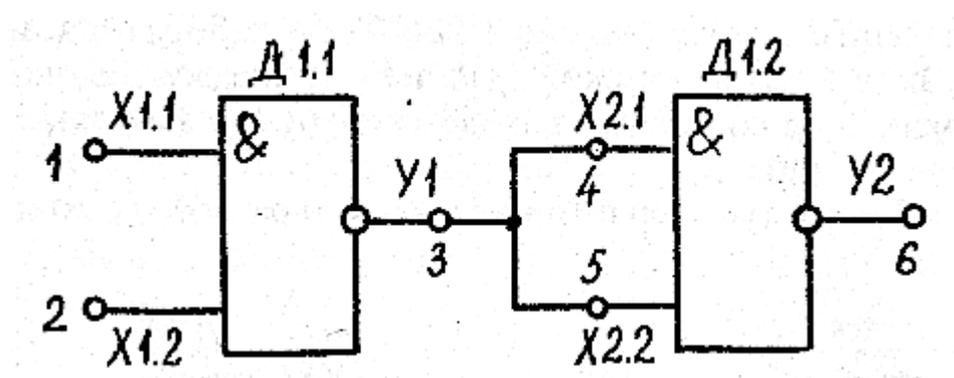

Рис. 3 Схема И
8.1. Собрать схему двухвходового элемента И на базе элементов 2И-НЕ (рис. 3).